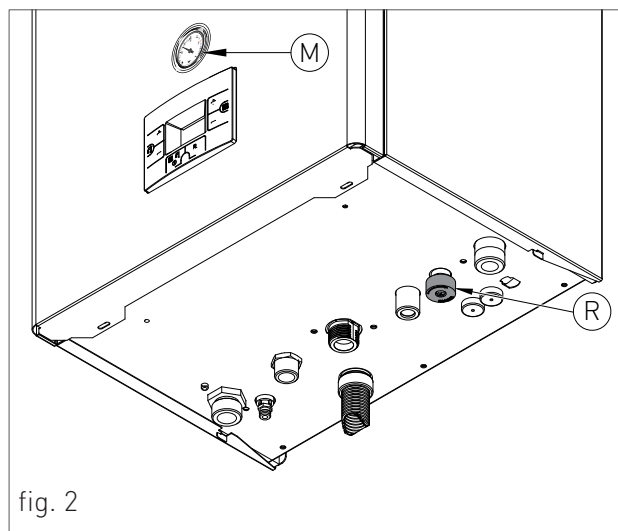
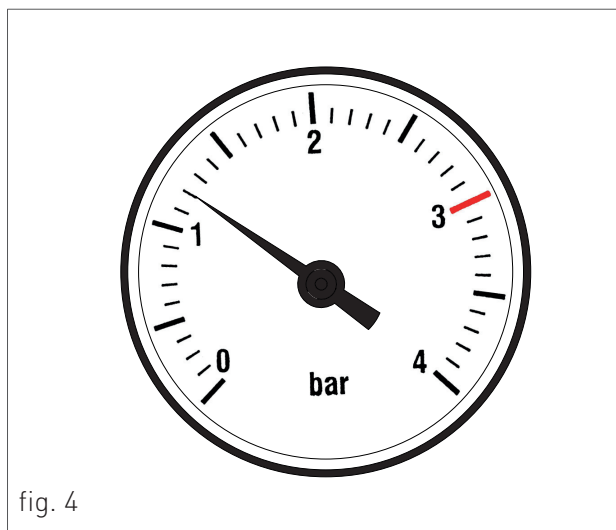

fig. 2
fig. 4
4. deschideți robinetul de alimentare „R” (fig. 2);
6. folosiți manometrul „M” (fig. 2) pentru a vă asigura că presiunea sistemului ajunge la 1,2 bar (fig. 4);
7. după efectuarea acestei operații, asigurați-vă că robinetul de alimentare „R” (fig. 2) este închis corect.
10. Dacă după efectuarea acestor operații observați o scădere a presiunii apei în interiorul sistemului, deschideți din nou robinetul de încărcare „R” până când manometrul indică valoarea de 1,2 bar (fig. 4).